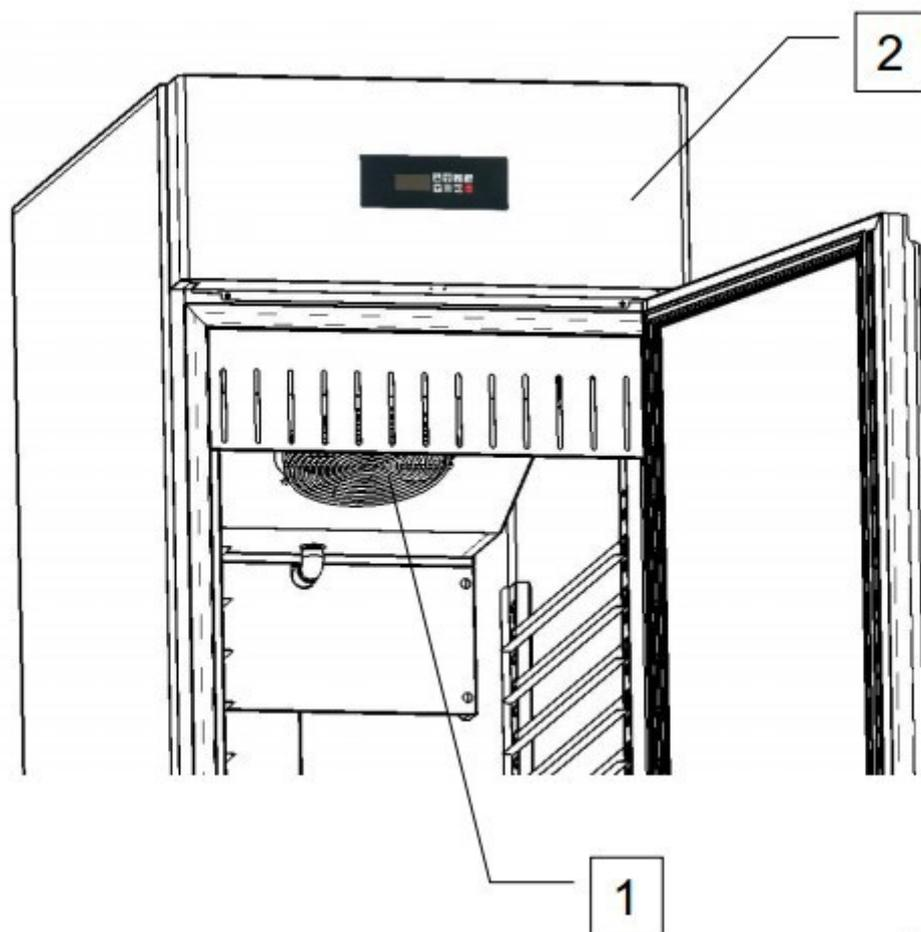

Рисунок 5
- Внутренняя решетка, закрывает конденсационный блок (№ 1 рис. 5)
- Передняя панель закрывает компрессорный блок и вентилятор (№ 2 рис. 5)